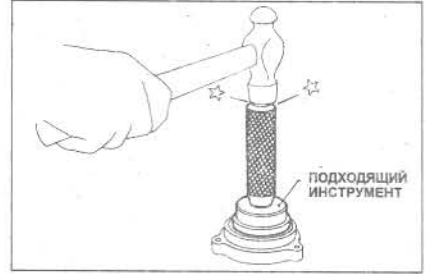

Рис. 8.14 Вбивание подшипника держателя в кожух - инструмент должен прилагаться только к наружному кольцу подшипника (Глава 4)
- 33 При сборке, нанесите смазочный материал в кожух, установите противопылевый щиток и новое большое стопорное кольцо (Рис. 8.14). Следите, чтобы внутреннее кольцо подшипника полностью поддерживалось. Вдавите расширенную часть вала внутреннего соединения в подшипник до тех пор, пока в канавку не станет меньшее стопорное кольцо.